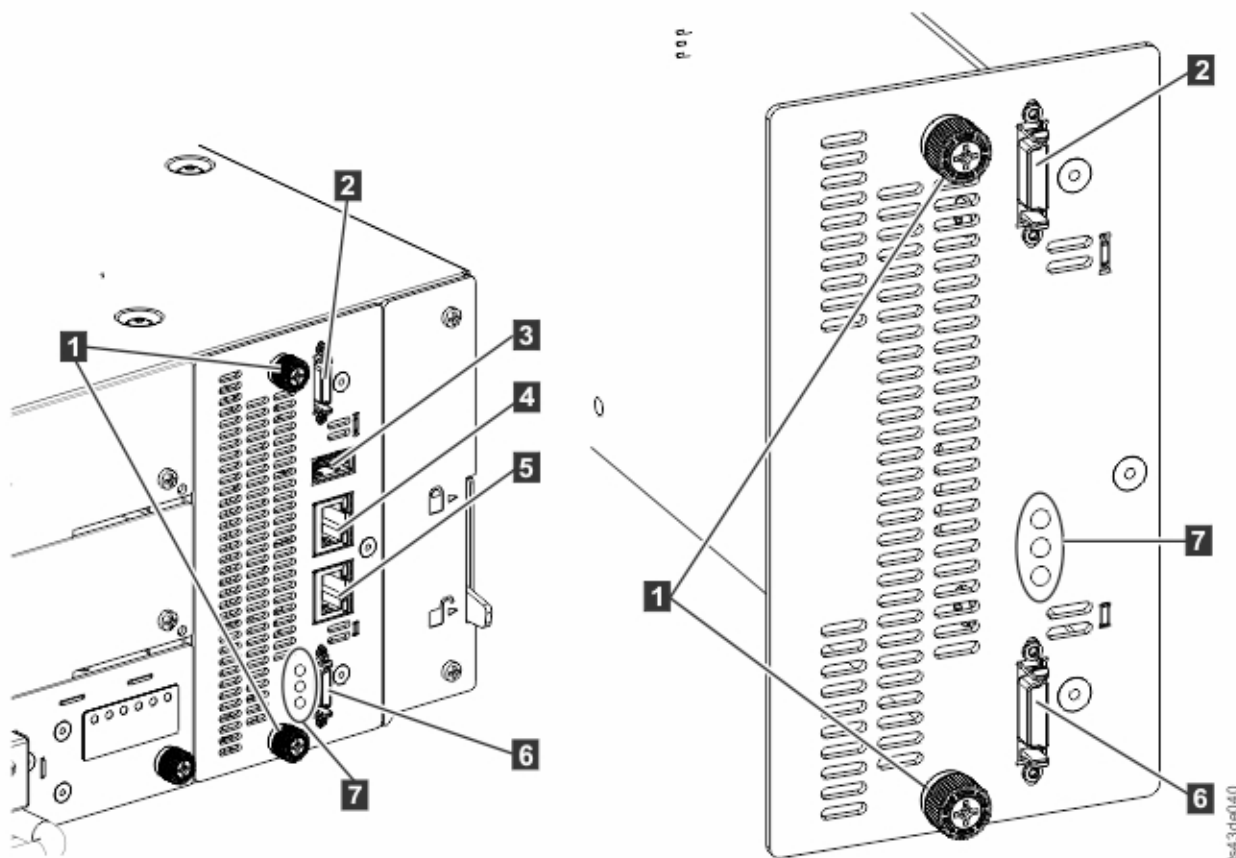

Abbildung 68. Komponenten der Controllerkarte
3. Entfernen Sie die Ethernet-Kabel (4 und 5) und das USB-Kabel (3), falls vorhanden. (Ein Erweiterungsmodul hat keinen Ethernet- oder USB-Port. Siehe Abbildung 68 auf Seite 158).
4. Lösen Sie die beiden blauen Rändelschrauben (1) am Controller.
3. Ziehen Sie die blauen Rändelschrauben (1) mit den Fingern an, um die Controllerkarte am Modul zu befestigen.
4. Setzen Sie die zuvor entfernten Erweiterungsmodul-Verbindungskabel (2 und 6), das/die Ethernet-Kabel (4 und 5) und das USB-Kabel (3) wieder ein. (Ein Erweiterungsmodul hat keinen Ethernet- oder USB-Port. Siehe Abbildung 68 auf Seite 158).